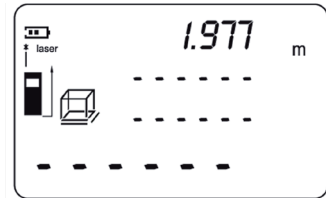

Fig. 12
- Appuyez sur la touche «Read» pour afficher la longueur mesurée sur la première ligne de l'écran. La ligne pour la largeur dans le symbole  commence à clignoter (Fig. 12).